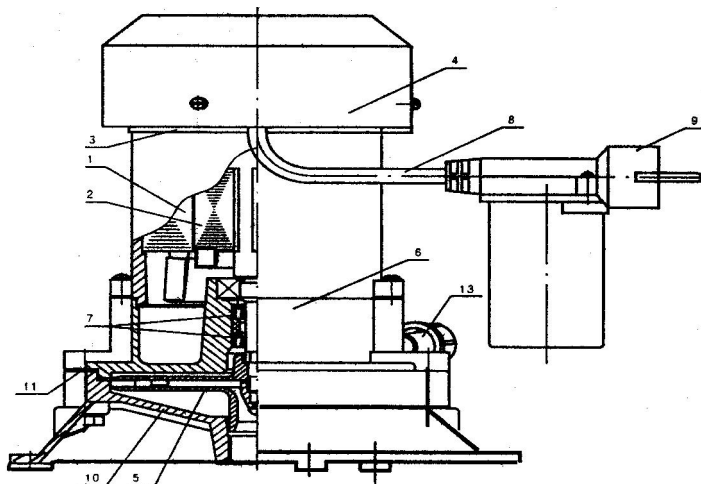

рис. 1
Насос бытовой центробежный электрический ПРИМА моделей НБЦ-0,37А и НБЦ-0,50А (далее электронасос), изображенный на рис. 1 и 2, предназначен для перекачки пресной воды из колодцев, открытых водоемов и скважин при следующих климатических условиях:
1.4.1. Электронасос НБЦ-0,37А (рис. 1) представляет собой моноблок, состоящий из электродвигателя и центробежного насоса.
1.4.3. Конструкция электронасоса может незначительно отличаться от изображенной на рис. 1 и 2, что связано с дальнейшим техническим усовершенствованием электронасоса.
1.6.4. Не допускается работа электронасоса без заливки водой, так как в этом случае могут выйти из строя манжеты 7 (рис. 1) и 15 (рис. 2).
Во всех случаях при появлении воды из отверстия 3 (рис. 1) следует немедленно прекратить работу электронасоса и заменить манжеты.